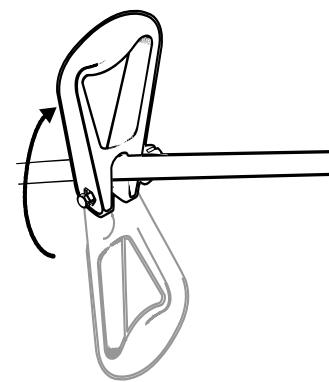

Fig. 8
1. Desserrer le bouton de réglage et faire touturner la poignée vers le haut du manche. (Fig. 8)